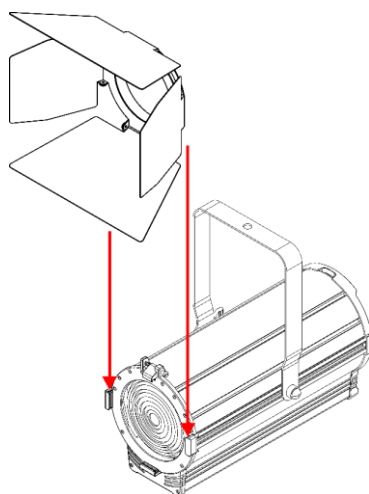

Fig. 09
- 02) Insérez le volet dans les **supports de cadre de couleur (04)** (voir fig. 09).